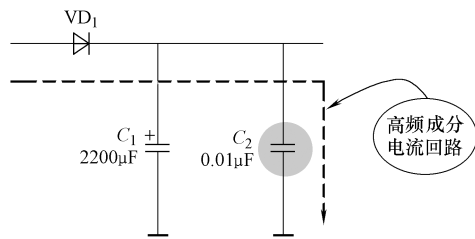

图 10-61 高频成分电流回路示意图
4) 小电容的工作状态。对于高频成分而言,频率比较高,大电容  $C_1$  因为感抗特性而处于开路状态,小电容  $C_2$  容抗远小于  $C_1$  的阻抗,处于工作状态,它滤除各种高频干扰,所以流过  $C_2$  的是高频成分。图 10-61 所示是高频成分电流回路示意图。